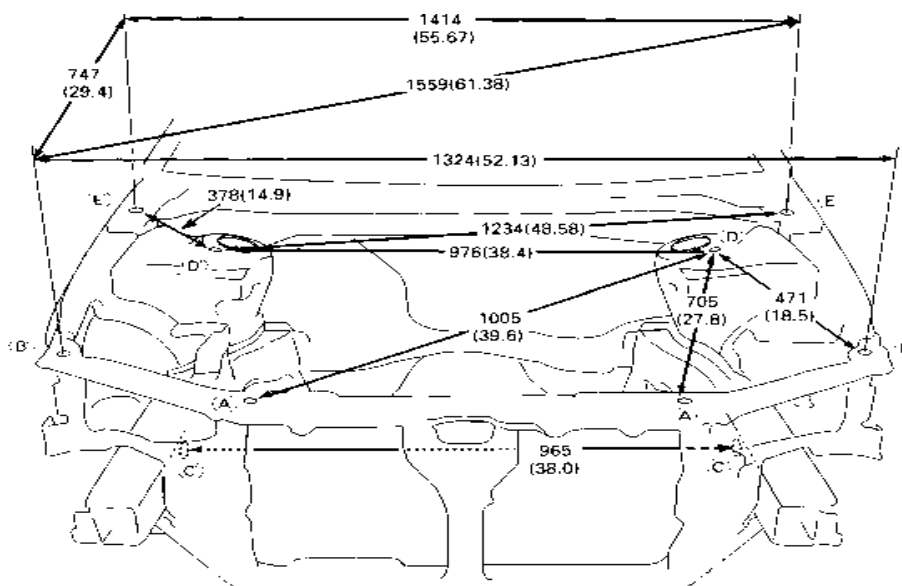

Рис. 3.2. Размеры передней части кузова
На рис. 3.2 можно увидеть пример расположения базовых точек на передней части кузова (капотное пространство). Для всех обозначенных базовых отверстий геометрической точкой привязки размера служит самая передняя точка кромки отверстия по ходу автомобиля. Пример нахождения такой точки можно увидеть на рис. 3.1.
Естественно, что большинство размеров кузова обладают свойством симметрии. Следовательно, приведенную картину размеров на рис. 3.2 можно перевернуть относительно продольной оси автомобиля. Данный прием очень помогает, когда справочные данные по кузову отсутствуют. Правильность расположения деталей в этом случае можно установить по равенству взаимно симметричных размеров. Даже не очень сильные боковые удары при ДТП приводят зачастую к перекосам в передней части кузова. О таких перекосах красноречиво свидетельствует разница в несколько миллиметров между диагональными размерами, например (А) - (D): передняя правая - задняя левая и наоборот.
На рис. 3.2 показан механизм после снятия зеркальной пластины.